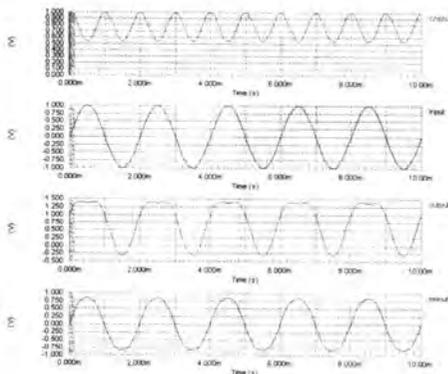
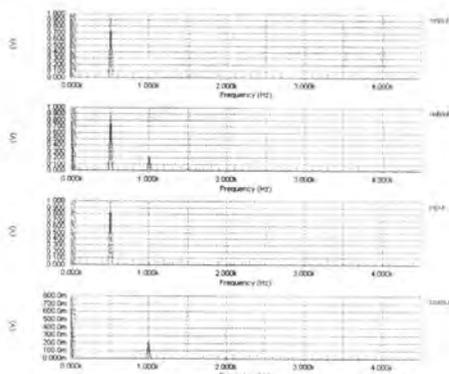

图 7-47 瞬态仿真分析波形
图 7-48 傅里叶分析的仿真波形
- [6] 瞬态仿真分析及傅里叶分析的仿真结果则保存在后缀名为“.sdf”的文件中,打开该文件,相应的仿真波形如图 7-47 和图 7-48 所示,分别显示了要观测的 4 个信号的时域波形及频谱组成。